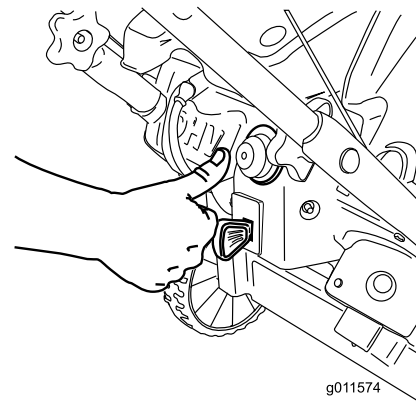

Figure 18
3. Appuyez fermement à 2 reprises sur l'amorceur avec le pouce, en marquant une pause d'une seconde chaque fois (Figure 18).